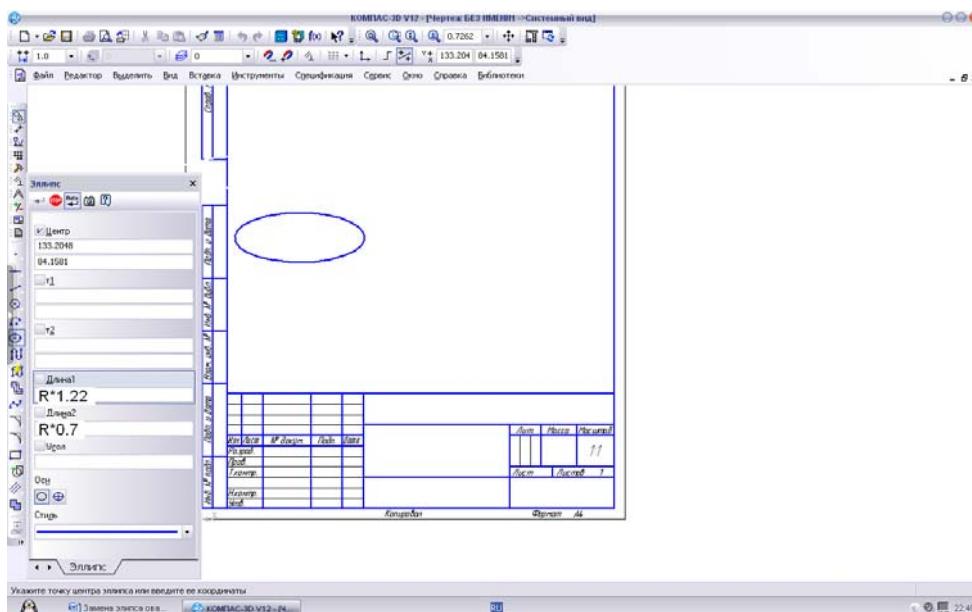

рис.30
8. В результате построения получится эллипс (рисунок.30)